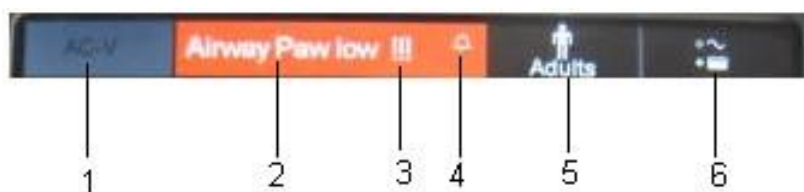

Figura 8-1 Zona mesaje de alarmă
Mesajele de alarmă (1) sunt afișate în partea de sus a ecranului, consultați Figura 8-1.